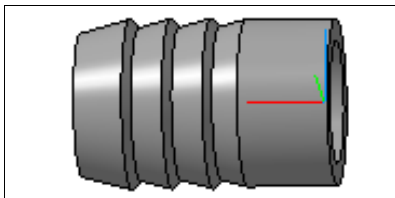

Рис. 26.16. Модель Штуцер
- ♦ нажмите кнопку **Создать объект**. Модель создана. Далее вы можете на данной модели произвести любые операции. Например, создать отверстие диаметром 23. У вас должно получиться, как на рис. 26.16.